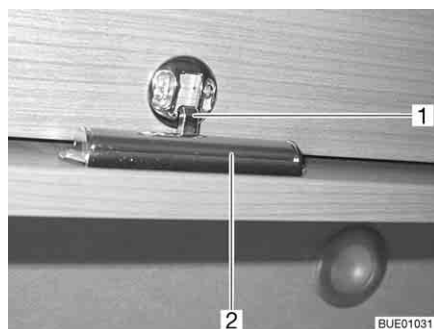

Fig. 69 Trampilla de mueble con listón de desbloqueo
- Presionar el listón de desbloqueo (Fig. 69,2) en el lado interior de la trampilla de mueble y mantenerlo presionado.
- Presionar la trampa de muebles hacia abajo hasta que el bloqueo (Fig. 69,1) encaje de forma audible.